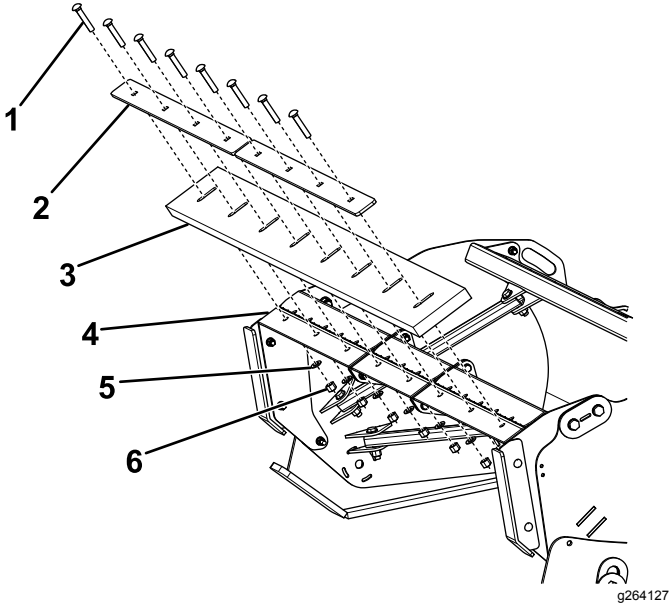

Figura 6
7. Sujete el filo de corte a las secciones de cuchilla usando las piezas siguientes (Figura 6):